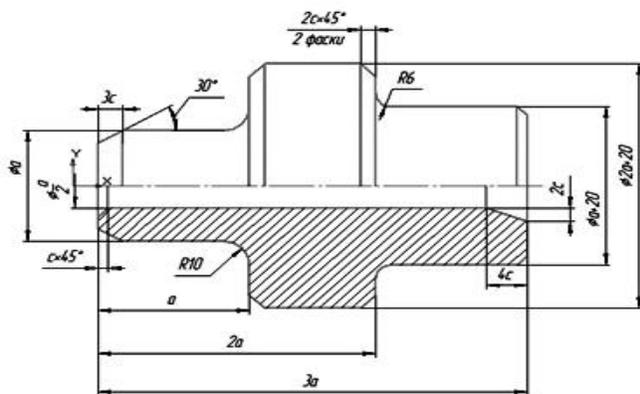

Рис. 102. Задание к самостоятельной работе № 9
4. Выполнить чертеж детали (рис. 102) в программе «Компас».